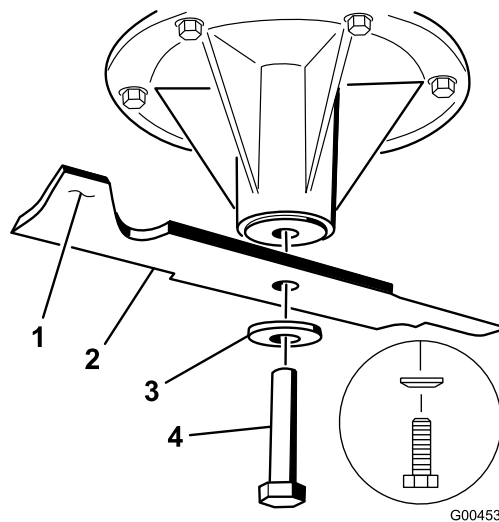
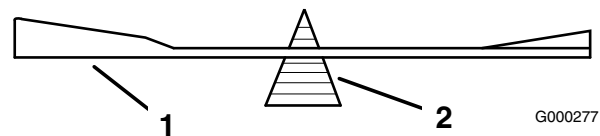

Figure 60
Figure 63
2. Pour les plateaux de coupe de 40 et 48 pouces, enlevez le boulon de lame, la rondelle bombée et la lame de l'axe de pivot (Figure 60).
1. Placez la lame sur l'axe (Figure 60).
Important: Pour obtenir une coupe correcte, la partie incurvée de la lame doit être tournée vers le haut et dirigée vers l'intérieur du carter de tondeuse (Figure 60).
2. Sur les plateaux de coupe de 40 et 48 pouces, montez la lame, la rondelle bombée et le boulon de lame (Figure 60).
2. Vérifiez l'équilibre de la lame en la plaçant sur un équilibreur (Figure 63). Si la lame reste horizontale, elle est équilibrée et peut être utilisée. Si la lame est déséquilibrée, limez un peu l'extrémité de la partie incurvée seulement (Figure 60). Répétez la procédure jusqu'à ce que la lame soit équilibrée.